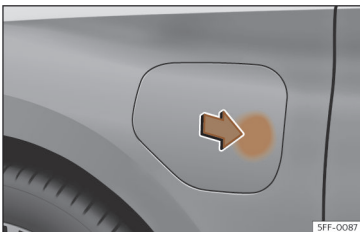

Fig. 59 Abertura da tampa da tomada de carregamento.
- Com o veículo desbloqueado, ao pressionar sobre a zona indicada da tampa de carregamento da bateria, esta abre-se >>> **Fig. 59.**